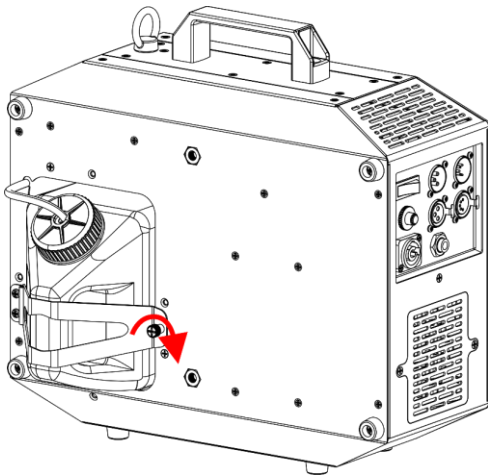

Fig. 24
- 19) Apriete el tornillo de seguridad del **soporte del depósito (04)**, como se muestra en la Fig. 24.